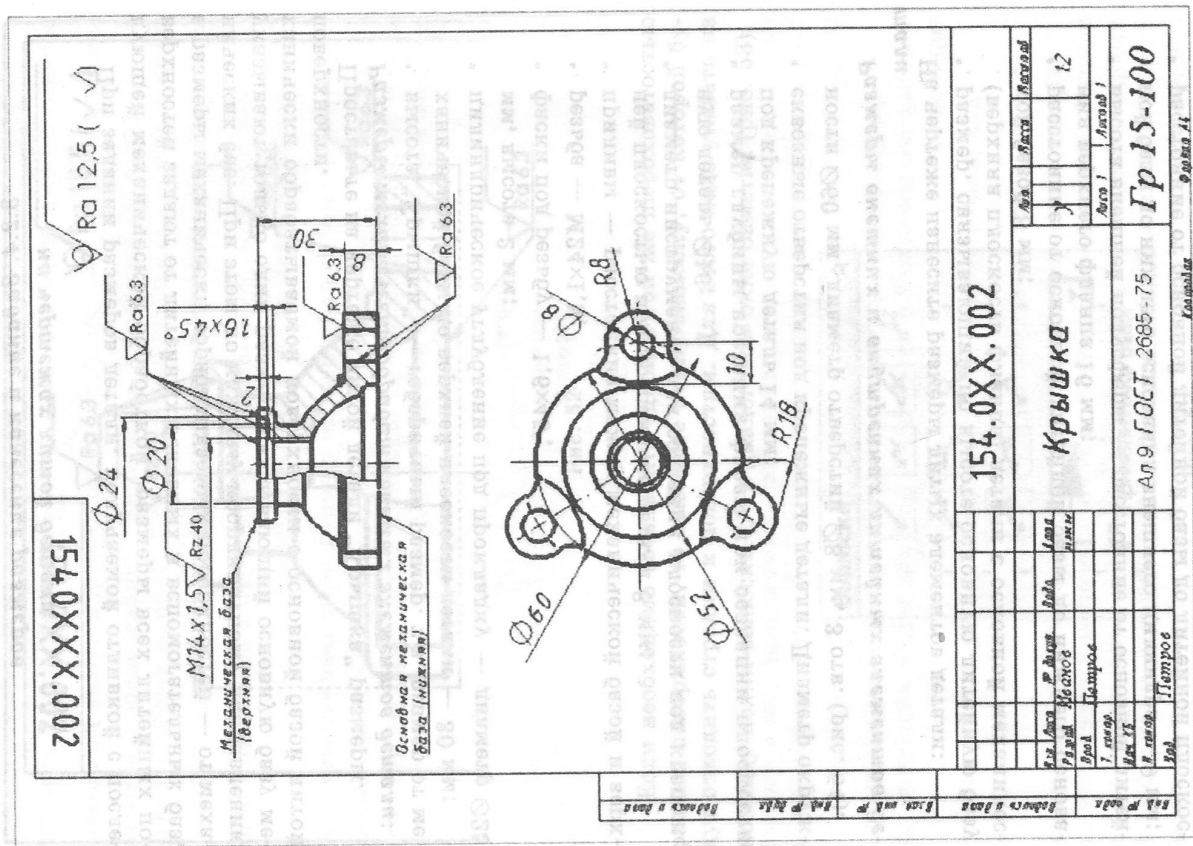

Рис. 54
- сквозные отверстия под крепежные детали. Диаметр окружности $\varnothing 60$ мм, диаметр отверстий $\varnothing 8$ мм, 3 отв. (рис. 54).